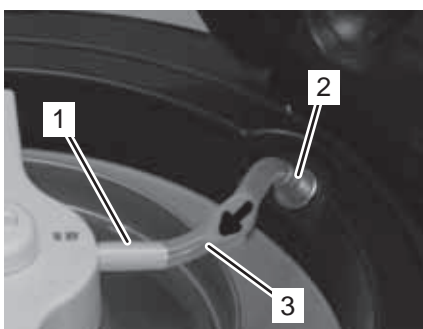

Fig. 19
18. Posez le fût réservoir dans la chambre de réfrigération de façon à ce que l'alimentation en air « Air In » (Fig. 19/1) de l'adaptateur de fût soit orientée vers l'arrière.
19. Reliez maintenant l'alimentation en air « Air In » (Fig. 19/1) et celle de l'appareil (Fig. 19/2) avec un tuyau à air (Fig. 19/3). La flèche figurant sur le tuyau à air doit alors être orientée dans la direction de l'alimentation en air « Air In » sur l'adaptateur de fût.